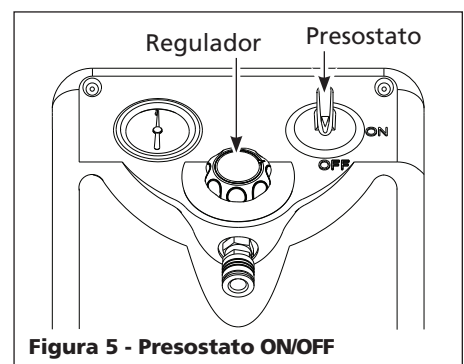

Figura 5 - Presostato ON/OFF
- Presostato** - Presostato ON/OFF (Figura 5) - En la posición ON (encendido) el compresor se apaga automáticamente cuando la presión del tanque alcanza el nivel máximo fijado en la fábrica. En la posición OFF, el compresor no funcionará. El presostato debe colocarse en OFF para conectar o desconectar el cordón eléctrico del tomacorrientes o para cambiar la herramienta neumática.